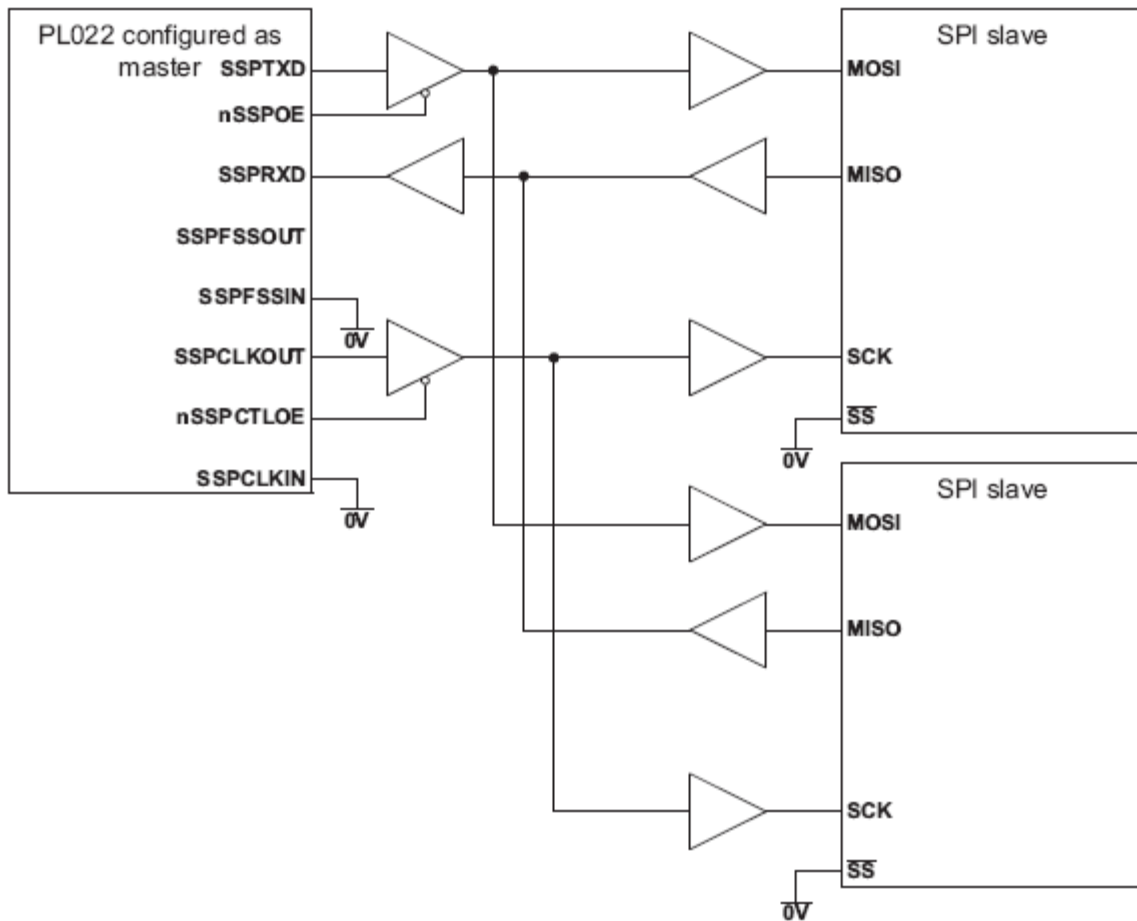

Рисунок 109 – Ведущее устройство SSP подключено к двум ведомым, поддерживающим SPI
Рисунок 109 показывает подключение модуля SSP, сконфигурированного как ведущее устройство, к двум ведомым устройствам, поддерживающим протокол SPI фирмы Motorola. Внешние устройства сконфигурированы как ведомые путем установки в низкий логический уровень сигнала выбора ведомого устройства Slave Select (SS). Как и в предыдущем примере, ведущее устройство способно передавать данные в адрес ведомых циркулярно по линии SSP_TXD. Ответная передача данных на входную линию SSP_RXD ведущего устройства одновременно осуществляется только одним из ведомых по соответствующей линии MISO.